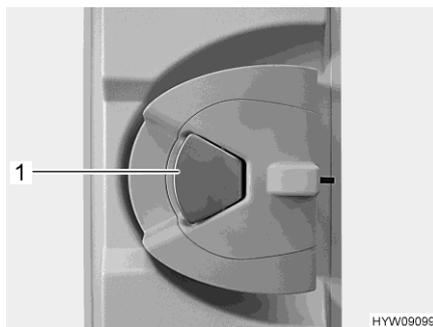

Fig. 37 Cerradura de la puerta (puerta del habitáculo en el interior)
- Cuando la cerradura de la puerta está bloqueada: Tirar una vez del tirador de la puerta (Fig. 37,1). La puerta está desbloqueada.
- Tirar del tirador de la puerta (Fig. 37,1). La puerta está abierta.
- Presionar el tirador de la puerta (Fig. 37,1).